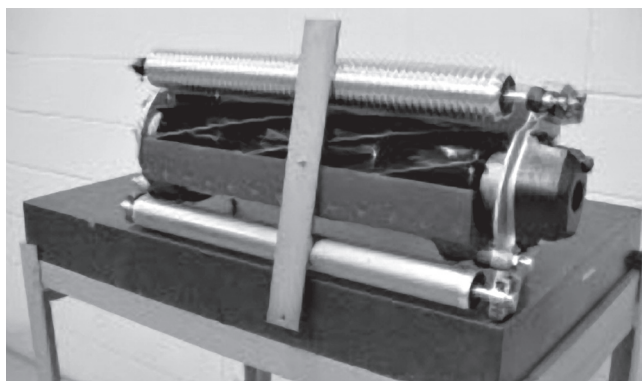

図15
3. ゲージバーのネジ頭を下刃の先端に引っ掛け、バーの後端を後ローラに当てがう（図15）。